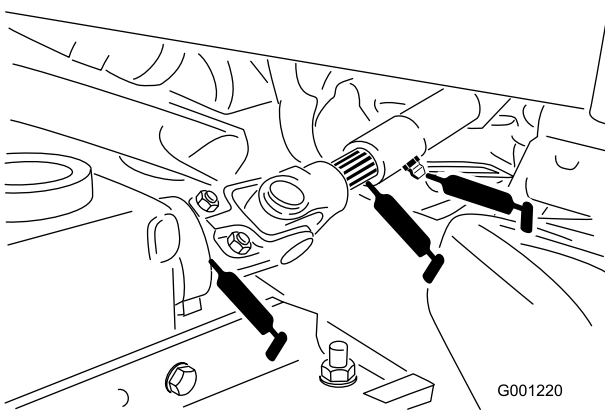

Bild 36
- Universelle ZWA-Welle (Bild 36)